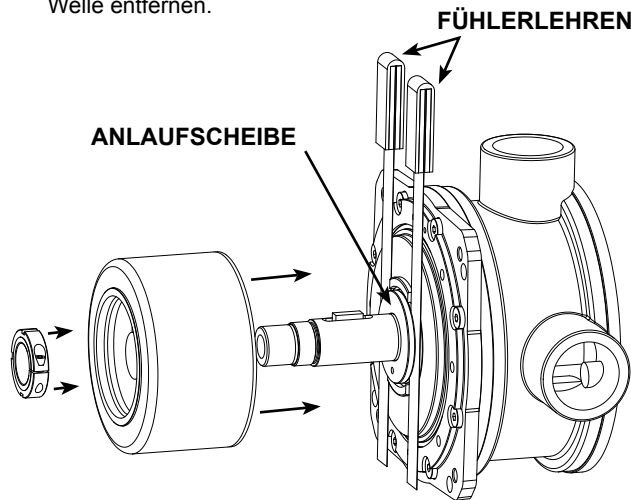

ABBILDUNG 12
- Zwei Fühlerlehren (0,002 Zoll), eine auf jeder Seite, zwischen die Adapterplattenbuchse und die Anlaufscheibe der inneren Magneteinheit einführen. Siehe **Abbildung 12**. Dies gewährleistet das ordnungsgemäße Spiel der Anlaufscheiben. Die Gegenmutter anziehen, bis die Fühlerlehren leicht angezogen sind, aber noch entfernt werden können. Die Fühlerlehren zu diesem Zeitpunkt noch nicht entfernen.